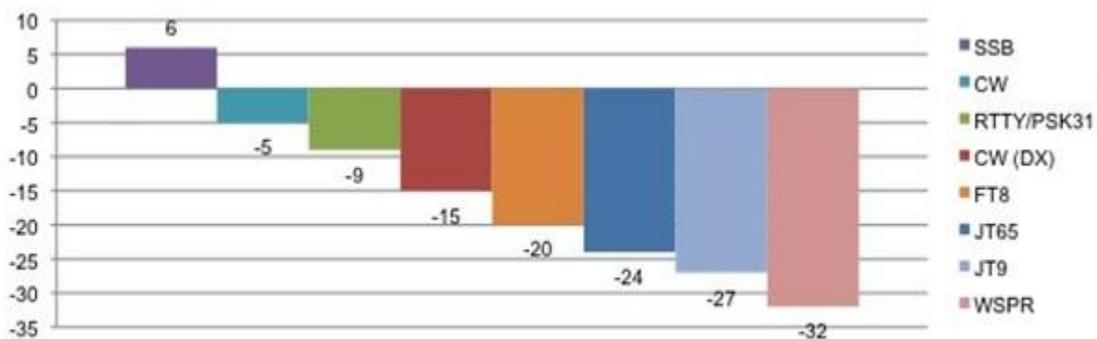

Рис. 1.6.1. Сравнение помехоустойчивости различных видов модуляции [1]
До сих пор мы рассматривали генераторы и маяки, работающие с манипуляцией непрерывного сигнала (CW). Однако существуют и другие, более эффективные способы передачи сигнала см. рис. 1.6.1.